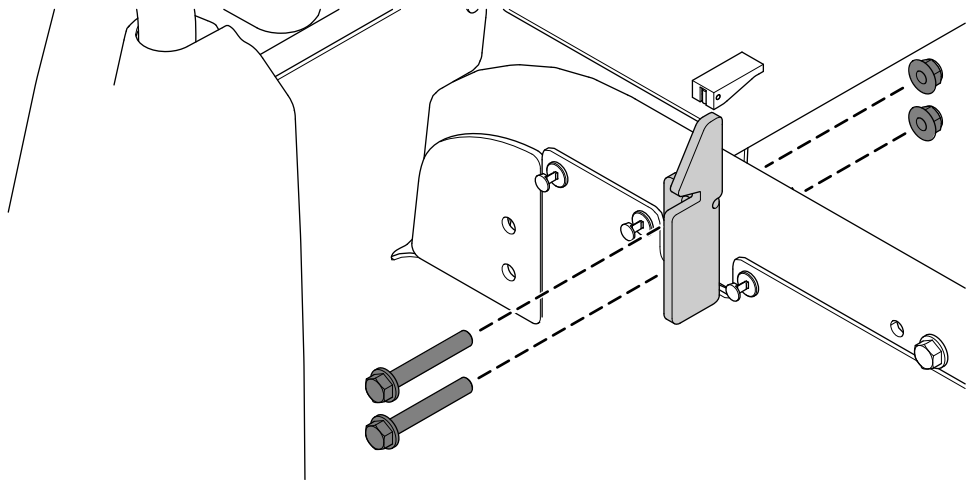

图 5
6. 从左机架管和右机架管上卸下 2 个门锁、4 个凸缘头螺栓 $\frac{3}{8}$  x 2 $\frac{1}{2}$  英寸和 4 个凸缘螺母 $\frac{3}{8}$  英寸图 5。